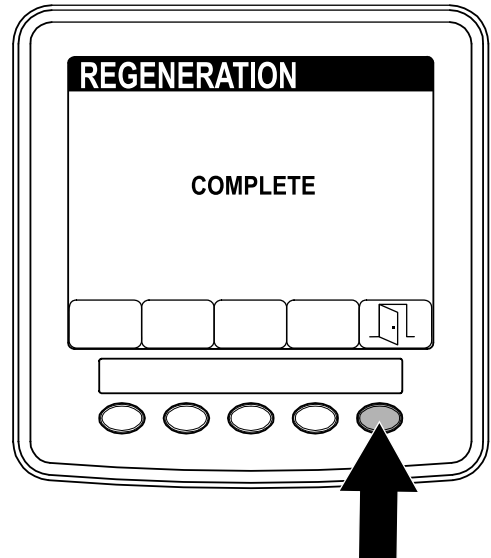

Figure 71
5. Une fois la régénération terminée, l'écran TERMINÉ s'affiche sur l'InfoCenter. Appuyez sur le bouton n° 5 pour revenir au menu ENTRETIEN (Figure 71).